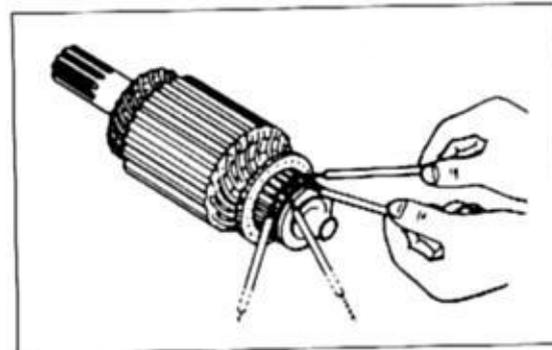

Bild 58
-  Stromdurchgang zwischen einzelnen Kollektorlamellen ist normal, bei Stromdurchgang zwischen Kollektorlamelle und Ankerwelle Anker auswechseln (Bild 58).